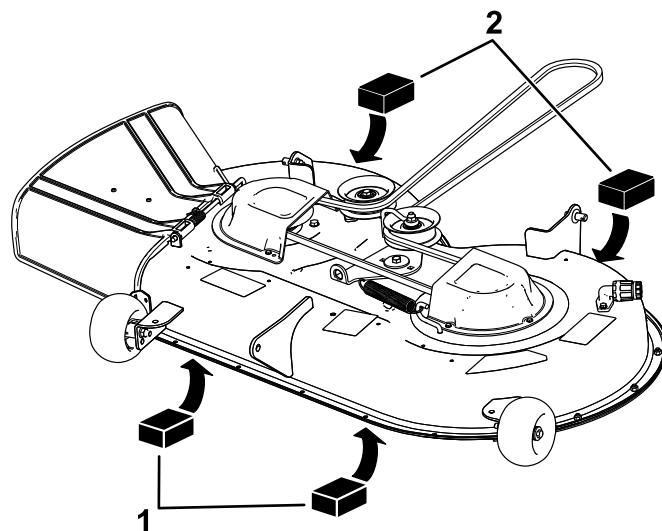

Figura 68
4. Coloque dos bloques de 6,6 cm de grosor debajo de cada lado del borde delantero de la carcasa, pero no debajo de los soportes de los rodillos protectores del césped (Figura 68).
5. Coloque dos bloques de 7,3 cm de grosor debajo del borde trasero del faldón de la carcasa de corte, uno en cada lado de la carcasa de corte (Figura 68).